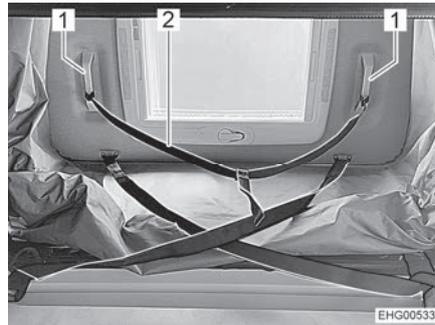

Fig. 55 Correa de ayuda
- Tirar el techo abatible lentamente hacia abajo dos tercios por la correa de ayuda (Fig. 55,2) hasta que el techo abatible se pare por sí solo. En esto, observar lo siguiente:
- Tirar el techo abatible completamente hacia abajo por las dos asas en U (Fig. 55,1) hasta que los dispositivos de bloqueo encajen de forma audible.